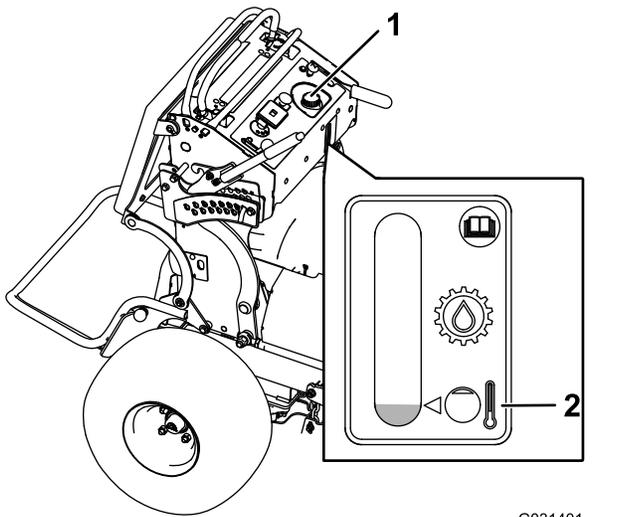

Bild 84
4. Reinigen Sie den Bereich um den Deckel und den Einfüllstutzen des Hydraulikölbehälters (**Bild 84**).
5. Drehen Sie den Deckel vom Einfüllstutzen ab (Bild 84).